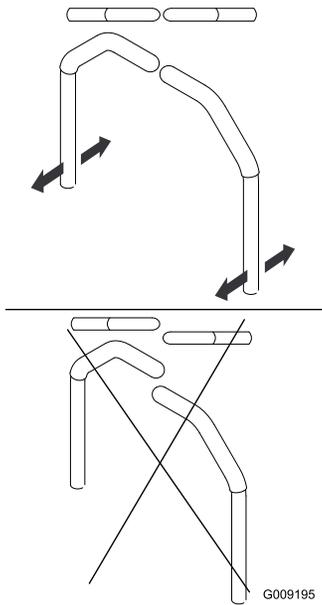

Bild 63
4. Fluchten Sie die Hebel in Längsrichtung aus. Bringen Sie die Hebel zuerst in der NEUTRAL­Stellung zusammen und schieben Sie die Hebel dann so lange, bis sie ausgefluchtet sind. Ziehen Sie dann die Schrauben an (**Bild 63**).